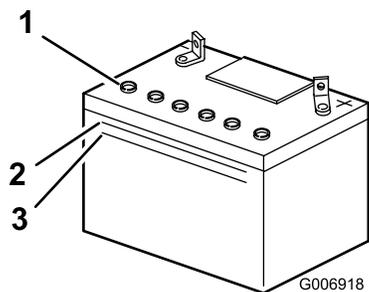

Figura 26
- Guardate il fianco della batteria. L'elettrolito deve raggiungere la linea superiore (Figura 26).
Nota: Non lasciate scendere l'elettrolito sotto la linea inferiore (Figura 26).
- Togliete i tappi di spurgo dalla batteria (Figura 26).
raggiunge la linea superiore (Figura 26) sulla cassetta della batteria.
- Attendete cinque o dieci minuti dopo avere riempito gli elementi della batteria. All'occorrenza, aggiungete dell'acqua distillata finché l'elettrolito non raggiunge la linea superiore (Figura 26) sulla cassetta della batteria.